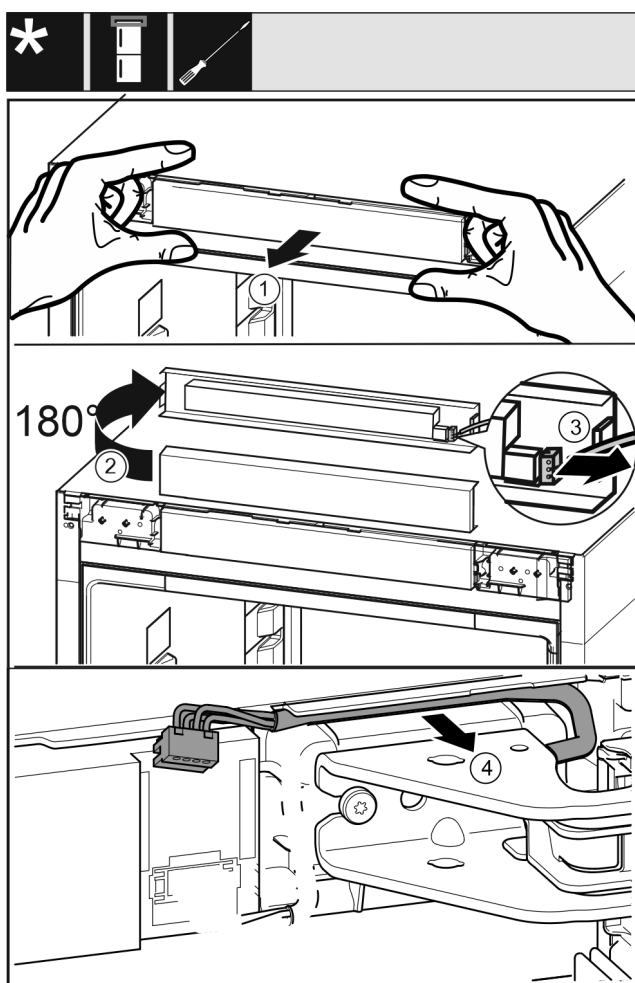

Fig. 19
- ▶ Panel přístroje opatrně povelte směrem dopředu. Fig. 19 (1)
- ▶ Panel otočte o 180° nahoru. Fig. 19 (2)
- ▶ Západku zatlačte dozadu a opatrně vytáhněte zástrčku. Fig. 19 (3)
- ▶ Kabel nad stojanem ložiska opatrně uvolněte z vedení. Fig. 19 (4)